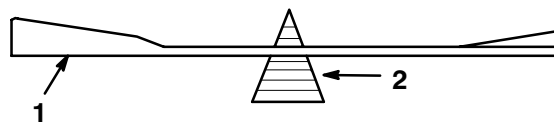

Figure 36
2. Vérifier l'équilibre de la lame en la plaçant sur un équilibreur (Fig. 36). Si la lame reste horizontale, elle est équilibrée et peut être utilisée. Si la lame est déséquilibrée, limer un peu le dos de la lame. Vérifier de nouveau et répéter la procédure jusqu'à ce que la lame soit équilibrée.